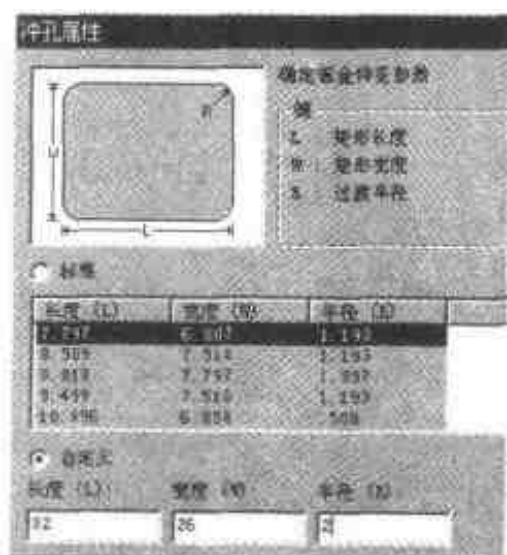

图 4.47 进行孔的自定义
- (2) 在零件设计树中右击【圆角矩形孔】，在弹出的快捷菜单中选择【加工属性】命令，系统弹出如图 4.47 所示的【冲孔属性】对话框，在该对话框中可以完成自定孔的长度、宽度和半径。